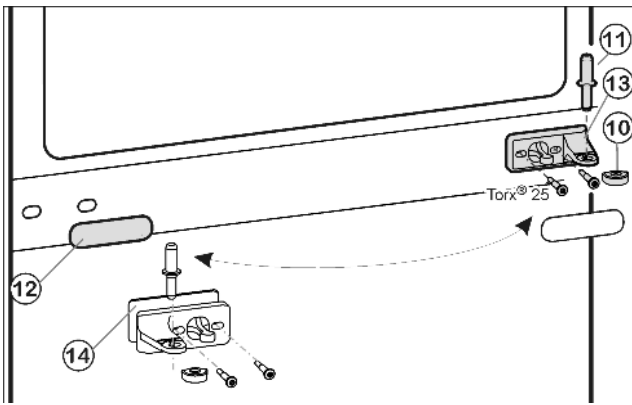
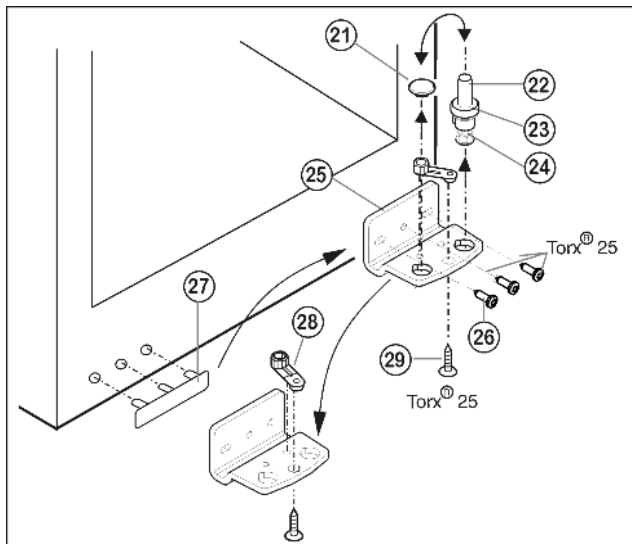

Fig. 6
Fig. 7
- ▶ Middelste lagerbout Fig. 6 (11) uit de lagerbus en de onderste deur uittrekken.
- ▶ Kunststof kapje Fig. 6 (10) afnemen.
- ▶ Middelste lagerbus Fig. 6 (13) losschroeven (2 maal Torx® 25).
- ▶ Afdekplaat Fig. 6 (12) voorzichtig afhalen.
- ▶ Middelste lagerbus Fig. 6 (13) met onderlegschijsje Fig. 6 (14) 180° gedraaid aan de nieuwe scharnierkant **goed (met 4 Nm)** vastschroeven.
- ▶ Afdekplaat Fig. 6 (12) 180° gedraaid aan de nieuwe greepzijde weer vastklikken.
- ▶ Lagerbout Fig. 7 (22) compleet met schijfje Fig. 7 (23) en stelvoetje Fig. 7 (24) naar boven eruit trekken.
- ▶ Stop Fig. 7 (21) eraf halen.
- ▶ Lagerbus Fig. 7 (25) losschroeven Fig. 7 (26).
- ▶ Lagerdeel Fig. 7 (28) losschroeven Fig. 7 (29) en in het tegenoverliggende opnamegat van de lagerbus omzetten en weer vastschroeven.
- ▶ Afdekking aan de greepzijde Fig. 7 (27) voorzichtig optillen en op de tegenoverliggende zijde plaatsen.
- ▶ Lagerbus Fig. 7 (25) aan de nieuwe scharnierzijde evt. met behulp van een accuschroevendraaier weer **goed (met 4 Nm)** vastschroeven.
- ▶ Stop Fig. 7 (21) weer in het andere gat aanbrengen.
- ▶ Lagerbout Fig. 7 (22) compleet met schijfje en stelvoetje weer aanbrengen. Er daarbij erop letten, dat de sluitnok naar achter wijst.
- ▶ Plaats de onderste deur van boven op de onderste lagerbout Fig. 7 (22).
- ▶ Het kunststof kapje Fig. 6 (10) weer op de middelste lagerbus Fig. 6 (13) zetten.
- ▶ Middelste lagerbout Fig. 6 (11) op de nieuwe scharnierzijde in de onderste deur plaatsen door de middelste lagerbus Fig. 6 (13).
- ▶ Bovenste deur op de middelste lagerbout Fig. 6 (11) zetten.
- ▶ De deuren eventueel via de beide langgaten in de onderste lagerbus Fig. 7 (25) en middelste lagerbus Fig. 6 (13) ten opzichte van de kast uitlijnen. Eerst de middelste schroef in de onderste lagerbus Fig. 7 (25) uitdraaien.